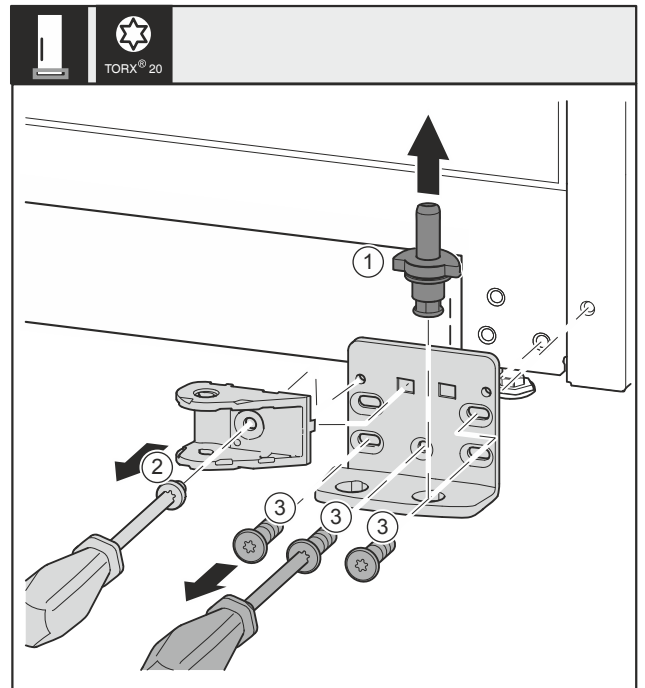

Fig. 32 *
- ▶ Повністю витягніть опорний гвинт Fig. 32 (1) рухом вгору.*
- ▶ Викрутіть гвинт Fig. 32 (2) за допомогою викрутки та зніміть з'єднувальний елемент демпфера.*
- ▶ Викрутіть гвинти Fig. 32 (3) за допомогою викрутки та зніміть опорний кронштейн.*